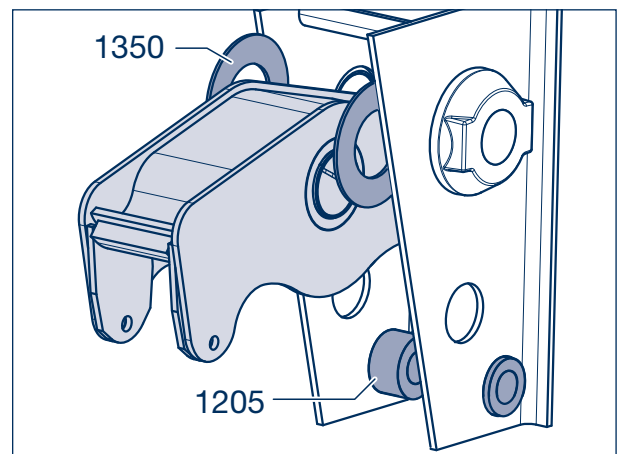

Рисунок 15
- [9] Вынуть балансир, при необходимости с кольцами (1350, рисунок 15), из кронштейна.